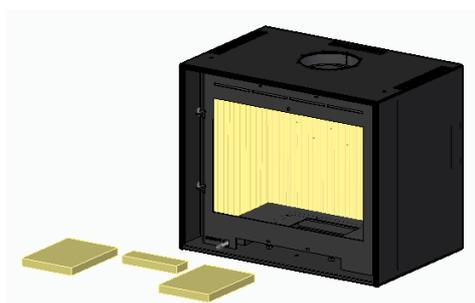

Figura 22 – Remoção da vermiculite do fundo
3. Remova as 3 peças de vermiculite do fundo, deslocando para cima e retirando do equipamento, ver Figura 22.